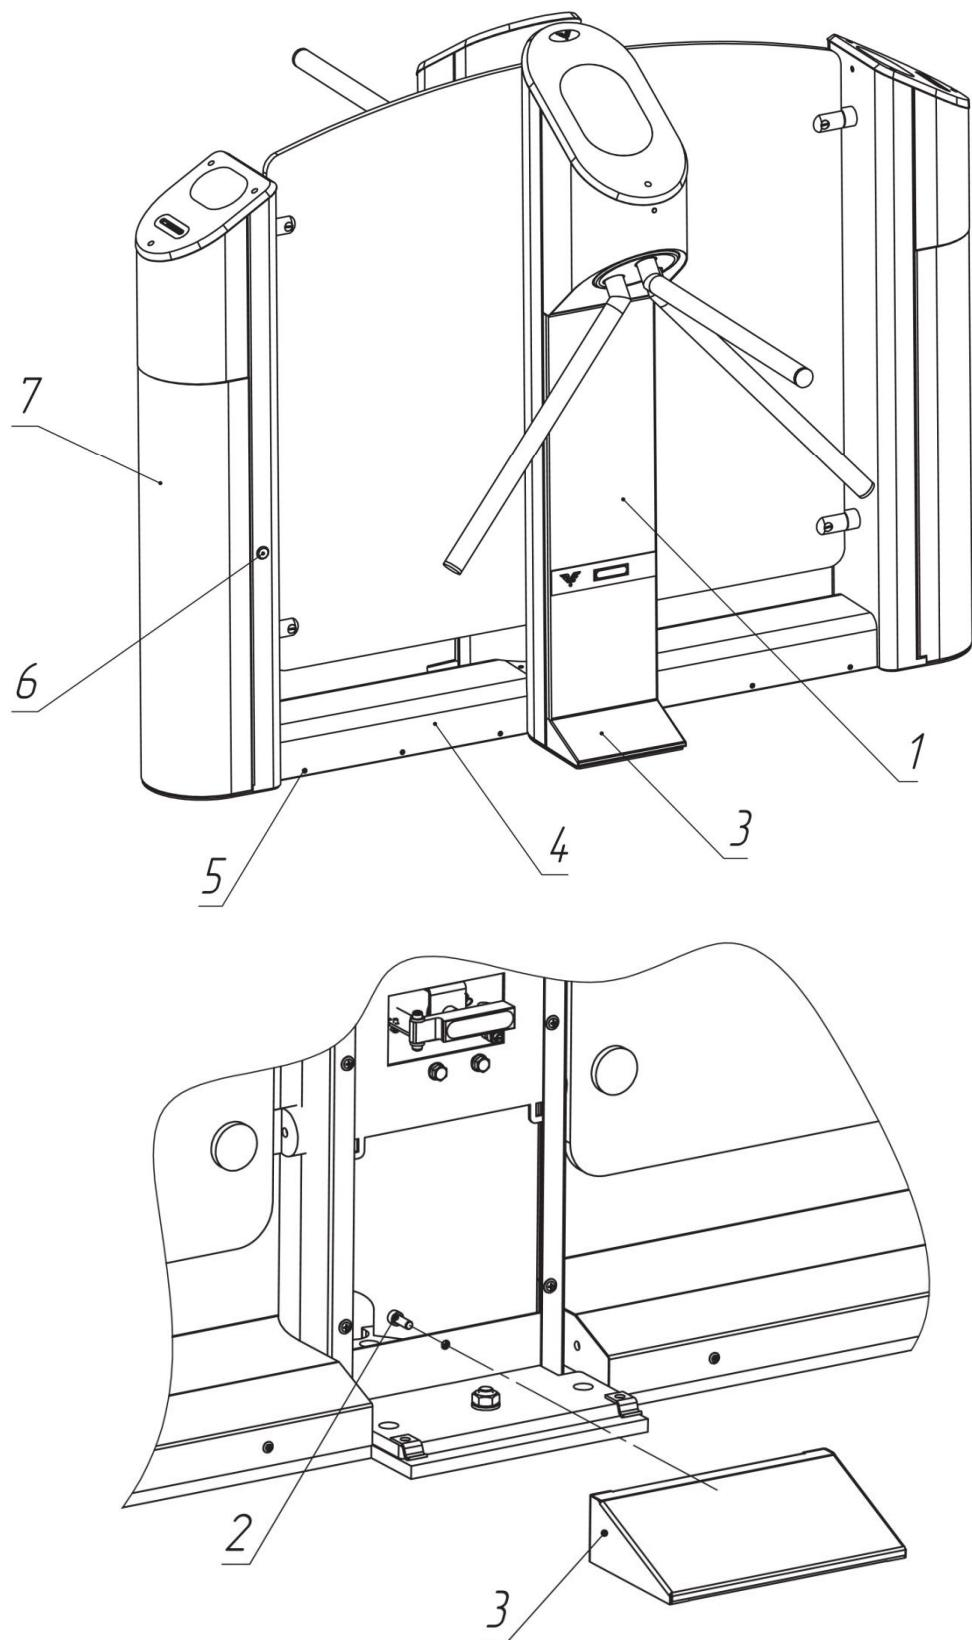

Рис. 6. Схема установки турникета
4.2.7. Установите турникет на подготовленную площадку (рис. 5). Откройте замок и снимите дверцу (1, рис. 6). Демонтируйте крышку основания центральной стойки (3, рис. 6), выкрутив винт М6 (2, рис. 6).
4.2.8. Для подвода кабелей в корпус боковой стойки с картоприемником необходимо выкрутить 6 шурупов-саморезов (5, рис. 6) и приподнять кожух основания (4, рис. 6). Разблокируйте замок стойки картоприемника (6, рис. 6) и откройте дверцу (7, рис. 6).
Подключение БП, ПУ и СКУД осуществляется с помощью кросс-платы. Для этого необходимо снять дверцу центральной стойки (1, рис. 6), используя ключи. На рис. 7 показано расположение кросс-платы на стойке турникета.